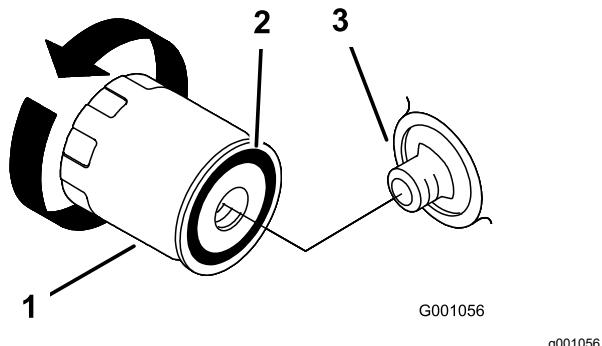

**Figure 33**
2. Déposez le filtre à huile usagé et essuyez la surface du joint de l'adaptateur (Figure 33).
3. Appliquez une fine couche d'huile neuve sur le joint en caoutchouc du filtre de rechange (Figure 33).
5. Retirez le bouchon de remplissage (**Figure 33**) et versez 2 L (67 oz) de l'huile spécifiée dans